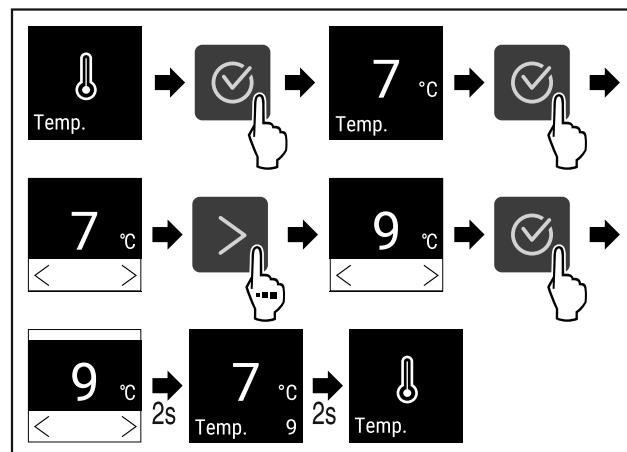

Fig. 67 Zmiana temperatury z 7°C na 9°C
- ▶ Wykonać czynności (patrz Fig. 67) .